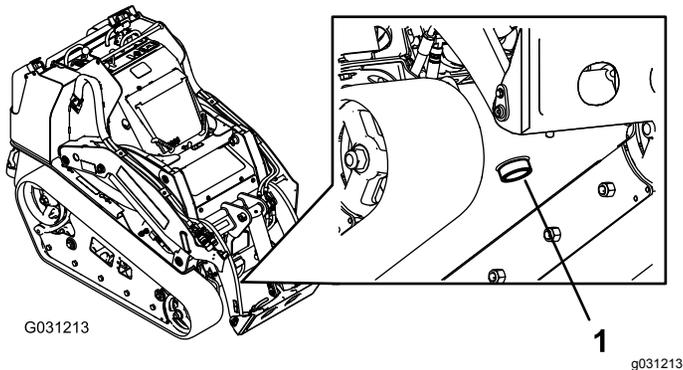

図 66
7. 機体前部の下に、オイルを受ける大きな容器57リットル以上を置く 図 66。
8. ドレンプラグを抜き取り、排出されるオイルを容器に回収する 図 66。